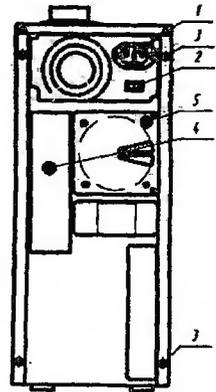

Рис.3
На задней стенке прибора (рис.3) расположены:
6.5. По окончании работы необходимо кнопкой включения-выключения (поз.1,рис.2) выключить прибор, перевести сетевой выключатель (поз.2,рис.3) в положение выключено, отсоединить сетевую вилку от розетки и ослабить крышку горловины питающего бака.
7.3. Заземлить прибор, соединив клемму заземления (поз.5 на рис. 3) на задней стенке прибора с шиной заземления медным проводом суммарным сечением жил не менее 1 мм^2 .
7.5. Включить сетевой выключатель (поз.2,рис.3) и кнопку (поз.1,рис.2).
8.3.1. Отвинтить крепежные винты (поз.3,рис.3) и снять боковую стенку.